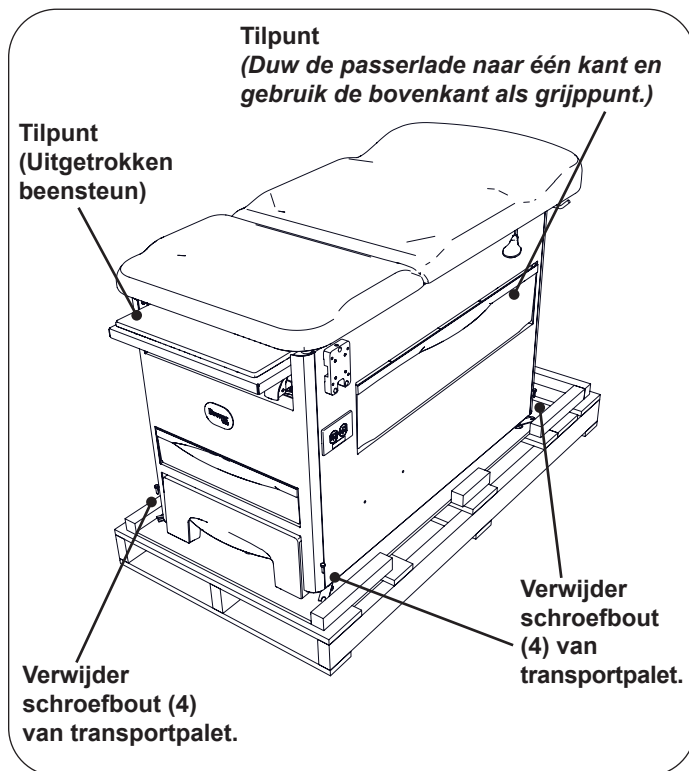

Figure 3. Tilpunten tafel
- Til om beschadiging te voorkomen de tafel alleen op aan de punten die in afbeelding 3 staan aangegeven.
2. Schroef de tafel los van het transportpalet door de vier bouten van het palet los te maken met een inbussleutel van 1/2" en verwijder de transportbeugel. Zie afbeelding 3.
4. Haal de tafel van het transportpalet door deze aan de juiste tilpunten op te tillen, zoals aangegeven in afbeelding 3. Voor het optillen van de tafel zijn twee mensen nodig. De beensteun kan voor het tillen worden gebruikt.